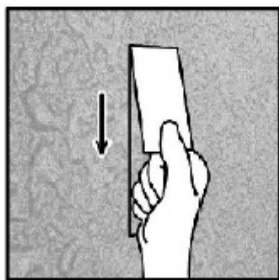

図 1 フィルムの剥離方法
- 2. で貼り付けたフィルムを図 1 の様に剥がします。フィルムは元々の長さ 150mm よりも伸びていること。両方に満たす場合、十分な接着性が得られており、貼り付けることが可能です。